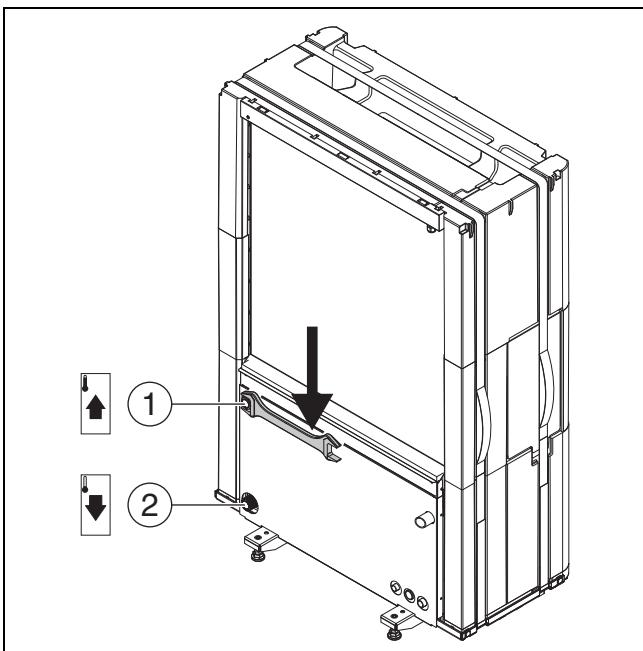

Fig. 15 Tilkoblinger av varmeoverføringsrørene, gjelder for alle størrelser
- Koble turledning til den innvendige enheten fra varmebærereutgangen til varmepumpen (→ [1], fig. 15).
- Koble returledningen til den innvendige enheten til varmebærerinngangen til varmepumpen (→ [2], fig. 15).
- Stram tilkoblingen til varmebærererøret med et tiltrekkingsmoment på 120 Nm. Rett kraft nedover (→ fig. 15), for å unngå skeiv belastning av kondensatoren.